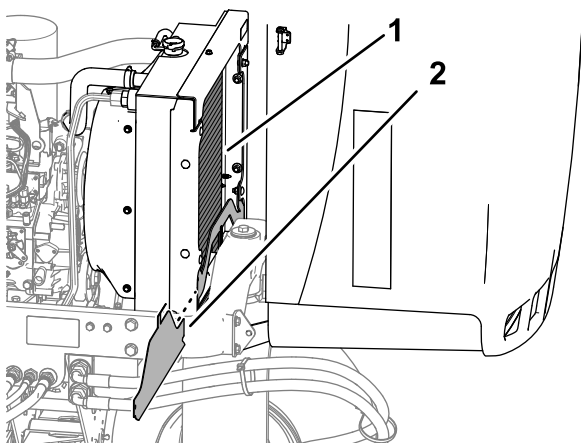

Рисунок 82
4. Снимите нижний щиток радиатора (Рисунок 82).
5. Тщательно очистите обе стороны радиатора водой или сжатым воздухом (Рисунок 82).